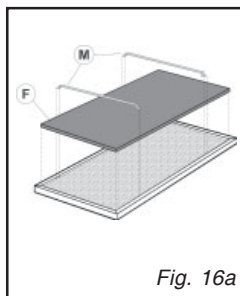

Fig. 16a
• Démontage du filtre à charbon (fig.16a-16b)